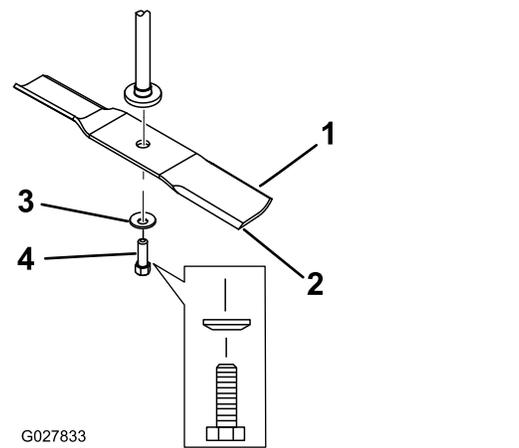

Figura 53
2. Retire del eje el perno de la cuchilla, la arandela curva y la cuchilla (Figura 53).
1. Instale la cuchilla en el eje (Figura 53).
2. Instale la arandela curva (con la copa hacia la cuchilla) y el perno de la cuchilla (Figura 53).